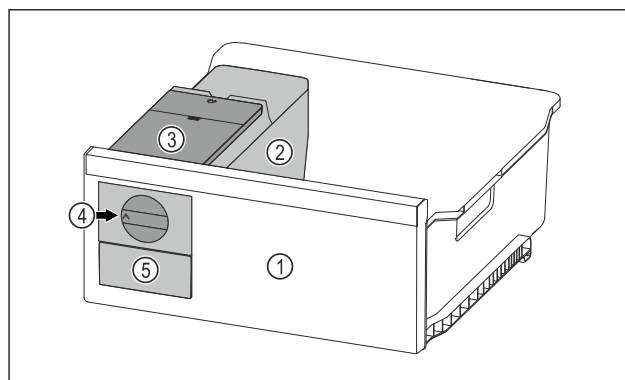

*Fig. 154 Exempel på glashylla*
- ▶ Sätt på glashylla i vinkel bakom stopplackarna. (se *Fig. 154*)